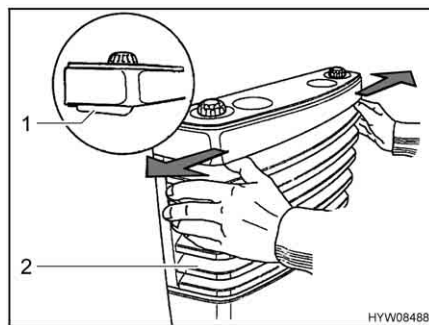

Bild 142 Heizungsverkleidung abnehmen
- Heizungsverkleidung (Bild 142,2) abnehmen. Dazu die beiden Verschlusshebel (Bild 142,1) gleichzeitig nach außen drücken und Verkleidung nach vorn klappen.